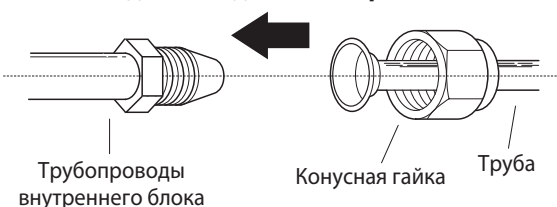

Рис. 5.7
- Совместите центры двух труб, которые необходимо соединить. См. **рис. 5.7**.